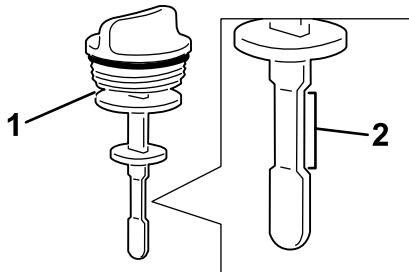

Рисунок 95
4. Извлеките масломерный щуп из заливной горловины и проверьте уровень гидравлической жидкости (Рисунок 95).